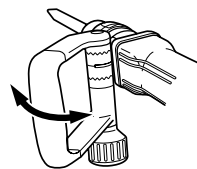
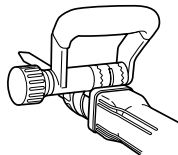
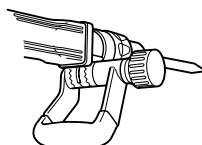

Fig. 6
Fig. 7
Fig. 8
- (2) Ajustela en una posición que facilite la operación vertical (hacia arriba y hacia abajo), como se muestra en la Fig. 6, la Fig. 7 y la Fig. 8.
- (3) Gire la empuñadura en el sentido de (B) para fijar el asa.